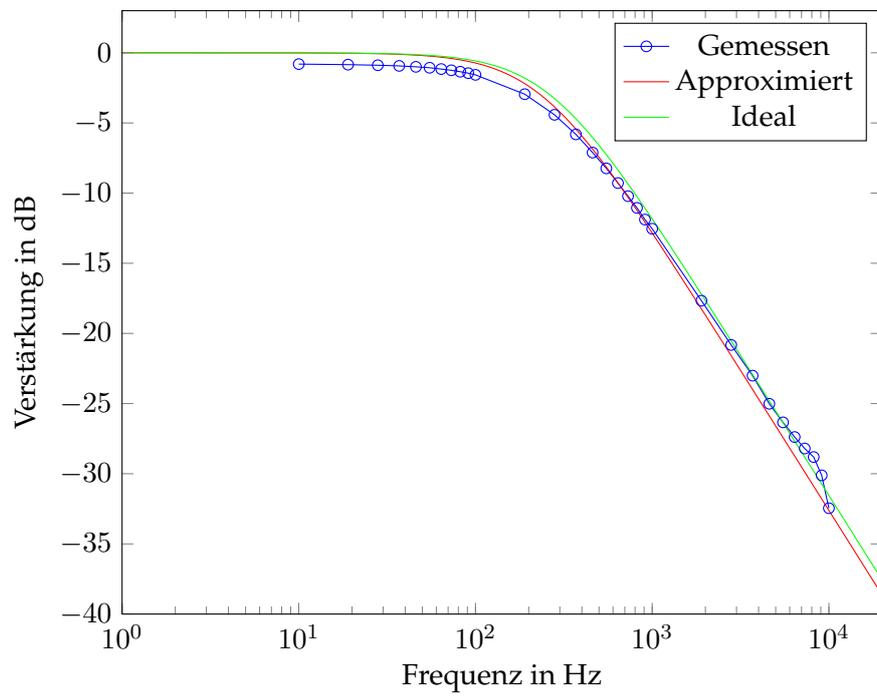

Abbildung L3: Vergleich der gemessenen, idealen und approximierten Verstärkung des RC-Glieds.
- f) Abbildung L3 zeigt die drei gesuchten Graphen für die oben angegebenen Bauteilwerte.